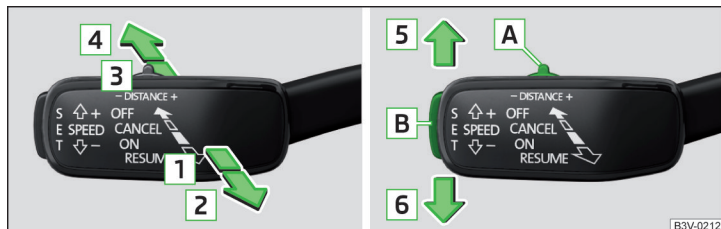

Fig. 303 Palanca de mando
» fig. 303
► Pulsar la tecla **SET** » fig. 303 de la pág. 260.
► **o**: Ajuste la palanca en la posición con resorte **RESUME** » fig. 303 de la pág. 260.
► Ajuste la palanca en la posición con resorte **CANCEL** » fig. 303 de la pág. 260.
La velocidad deseada se ajusta o se cambia con la palanca de mando » fig. 303 de la pág. 260.
➤ Ajuste el conmutador **DISTANCE** en la posición con resorte – o + » fig. 303 de la pág. 260.
Se puede interrumpir una aceleración en todo momento pisando el pedal de freno o pulsando el punto de presión **CANCEL** en la palanca de mando » fig. 303 de la pág. 260.